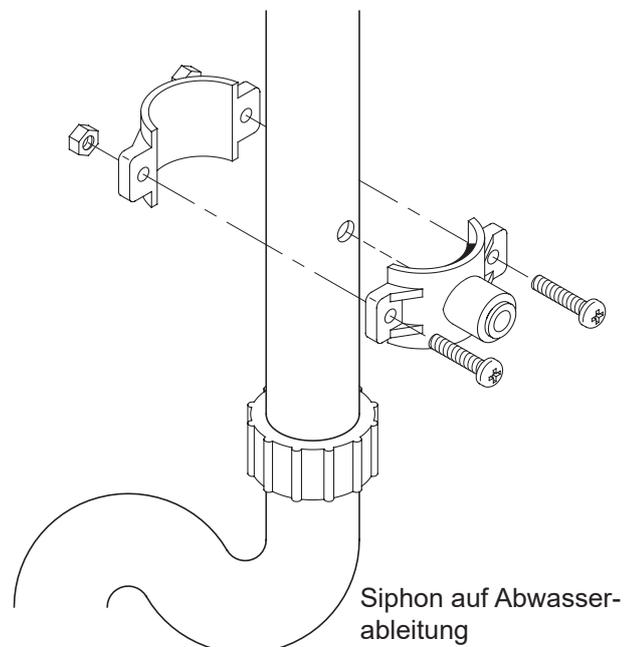

ABB. 7
1. Die zwei Teile der Schelle ungefähr 15 cm oberhalb des Siphons um das Abflussrohr legen (siehe Abb. 7). Sicherstellen, dass der Schnellanschluss (Steckfitting) gegen die Umkehrosmosefilter zeigt.
2. Durch die Öffnung des Steckfittings auf dem Abflussrohr eine Markierung anbringen, an der dann ein Loch von 9,5 mm Durchmesser gebohrt werden muss (siehe Abb. 7) und die Abwasserschelle wieder wegnehmen.
6. Die Schrauben und Muttern anbringen (siehe Abb. 7). Auf beiden Seiten richtig festziehen, um die Abwasserschelle fest gegen das Rohr zu pressen. Die Schrauben nicht zu stark anziehen.